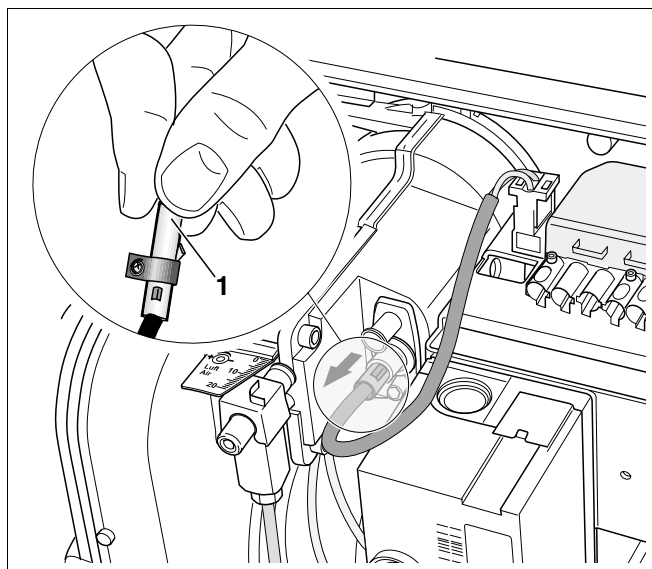

Fig. 14 Verificação da função do sensor de chamas
- Retire o sensor de chamas do seu suporte, com o queimador em funcionamento, através da respectiva pega (Fig. 14).
- Tapar o sensor de chamas (Fig. 14, **Item 1**). Depois de um re-arranque é necessário ocorrer uma paragem por avaria.